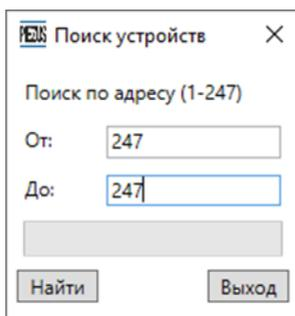

Рисунок 2.3 – Окно поиска устройств
5. Курсором выбрать команду «Поиск устройств» и, в открывшейся экранной форме, указать нужный диапазон адресов в сети. По умолчанию последовательно опрашиваются все адреса от 1 до 247, рисунок 2.3.
Работа программы P-Control с расходомером запускается из основного меню командой «Поиск устройств» – в открывшейся экранной форме можно выбрать для опроса конкретный адрес в локальной сети или указать их диапазон для сканирования. Подтверждается выбор и запускается процесс нажатием кнопки «Найти» (рисунок 2.3).